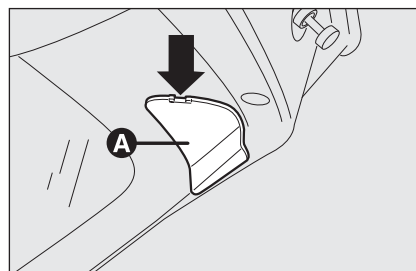

fig. 35
- ☐ rimuovere il coperchio **A-fig. 35** agendo con un cacciavite nel punto indicato dalla freccia;
- ☐ richiudere lo sportello **A-fig. 35**.
- ☐ rimuovere il coperchio **A-fig. 35** agendo nel punto indicato dalla freccia;